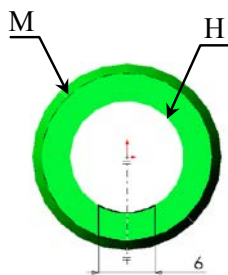

Рис. 2.13
5. Указать поочередно кромки **М** и **Н** и с помощью инструмента «Преобразование подобия» панели «Инструменты эскиза» преобразовать их в окружности (рис. 2.13).